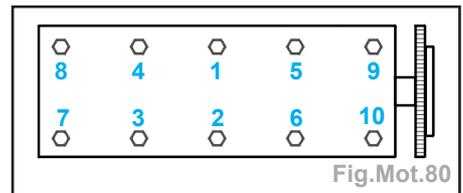

Fig.Mot.80
- Serrer les vis de culasse dans l'ordre indiqué (Fig.Mot.80) :